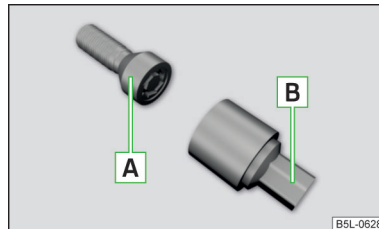

Fig. 273
Los tornillos de rueda antirrobo protegen a las ruedas contra robos. Se pueden **soltar/apretar** solamente con el suplemento [B] » fig. 273.
- Introduzca la llave de rueda hasta el tope sobre el tornillo de rueda. Usar el suplemento para los tornillos de la rueda antirrobo correspondientes » fig. 273 de la pág. 233.